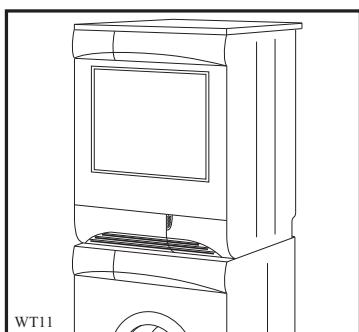

Fig 7
- Modeller med liten luke på sokkelen (fig. 7 og 8).